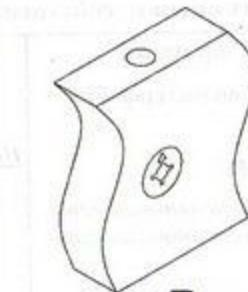

Рис. 1
1. Прикрутить к стойке 8 направляющие (7) евровинтами (8) и присоединить ее к дну 4 евровинтами (15). Вставить стяжки-растекс (12) (см. рис.1) в стойку 8. Закрутить дюбеля стяжек-растекс (4) (см.рис.2) в полку 5. Забить шканты (1) в детали 4, 5 и 10. Соединить стенку заднюю 10 с полкой 4. Соединить полку 5 и стойку 8. Фиксацию стяжек-растекс (12) произвести путем поворота их по часовой стрелке
Взять стенку заднюю выдвижного ящика 13 и забить в соответствующие отверстия шканты (1). Соединить боковины ящика 11 и 12 с задней стенкой 13. Фиксацию производить при помощи евровинтов (15). Далее положить каркас ящика на заднюю стенку 13 и забить шканты (1) в соответствующие торцевые отверстия на боковинах ящика, 11 и 12 и вставить стяжки растекс (12) (см.рис.1). После этого вставить дно ящика 15 в пазы на каркасе ящика, таким образом, чтобы дно ящика 15 вошло в паз на стенке задней ящика 13. Далее закрутить в переднюю панель ящика 14 в